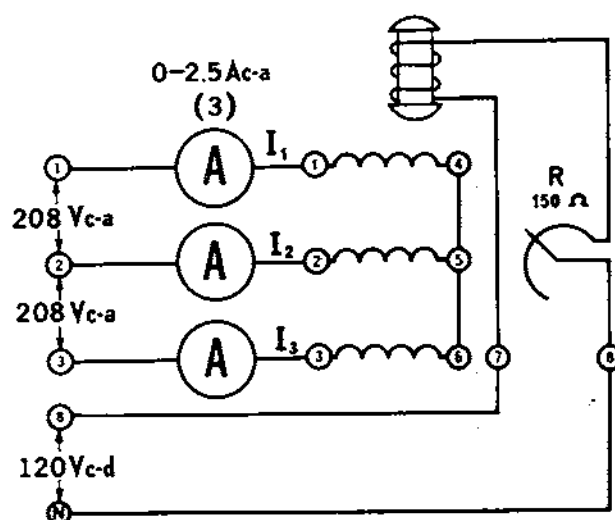

Figura 27-1
- 1. Puesto que se requiere una velocidad constante de funcionamiento, se usará el motor sincrónico para impulsar mecánicamente al generador de c-d. Conecte el circuito que se ilustra en la *Figura 27-1*, utilizando los **Módulos EMS de fuente de alimentación, medición de c-a y motor sincrónico.**